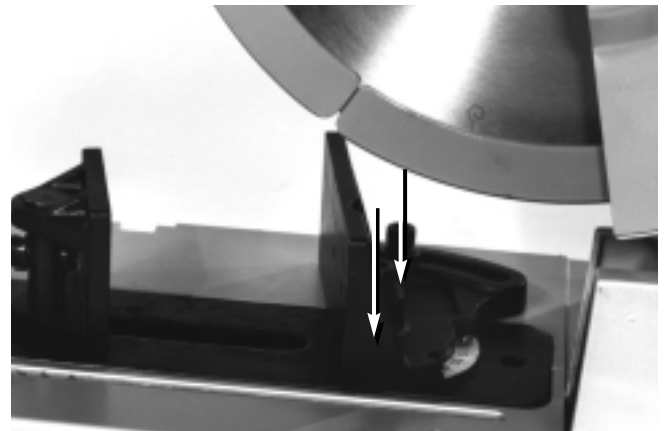

Figura 2 – Regulación del protector para cortar en ángulo
- La Sierra Seca viene equipada con una prensa de tornillo de dos palancas que puede regularse para efectuar cortes en ángulo de 45 a 90 grados, hacia la izquierda o derecha. Para regular la prensa de tornillo, afloje los dos pernos en el protector y trasládela hasta el ángulo deseado (Figura 2). Vuelva a apretar los pernos y fije el protector en su lugar.